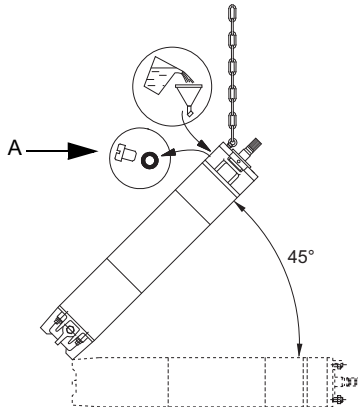

Рис. 4 Положение двигателя при заполнении – MMS
1. Установить электродвигатель под углом 45°, так чтобы верхняя часть двигателя была направлена вверх. См. рис. 4.